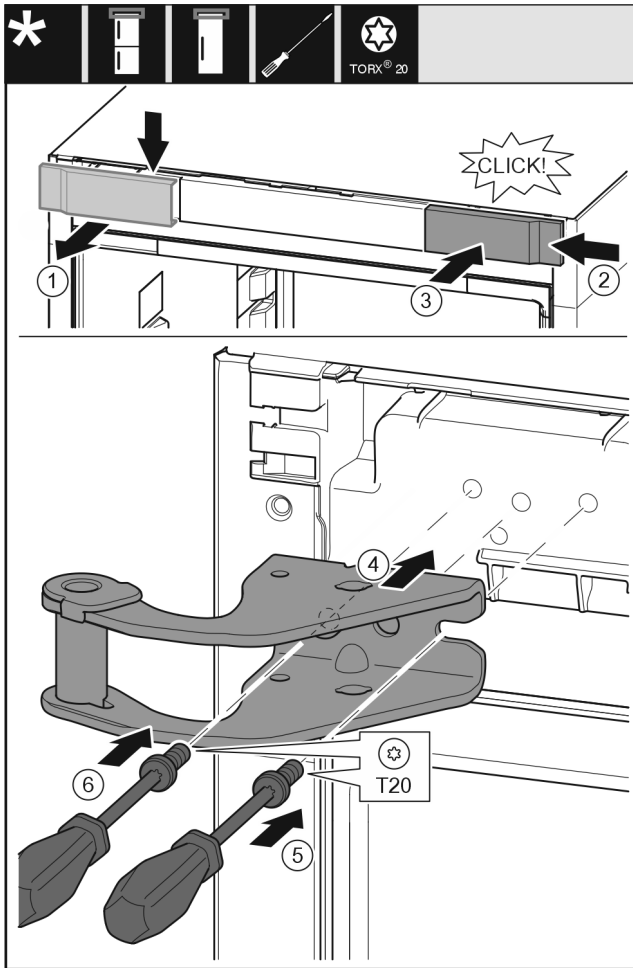

Fig. 13
- ▶ Detașați apărătoarea de sus spre înainte. Fig. 13 (1)
- ▶ Acroșați pe cealaltă parte din dreapta capacul rotit cu 180°. Fig. 13 (2)
- ▶ Fixați în poziție apărătoarea. Fig. 13 (3)
- ▶ Așezați suportul de lagăr superior. Fig. 13 (4)
- ▶ Așezați și înșurubați ferm șurubul cu șurubelnița T20. Fig. 13 (5)
- ▶ Introduceți și înșurubați ferm șurubul cu șurubelnița T20. Fig. 13 (6)